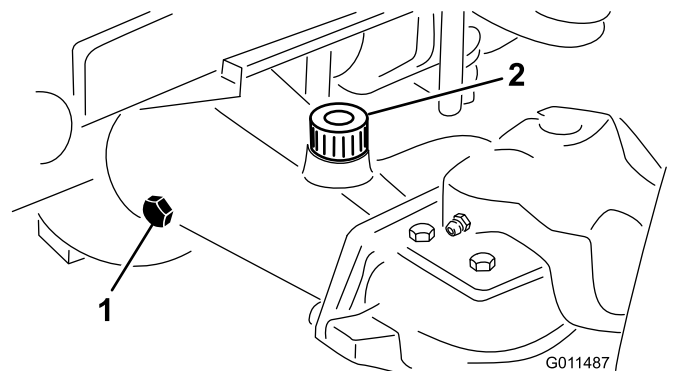

Bild 16
2. Entfernen Sie eine Prüfschraube aus einem Ende der Achse und stellen sicher, dass das Öl die Unterseite des Lochs erreicht (**Bild 16**).